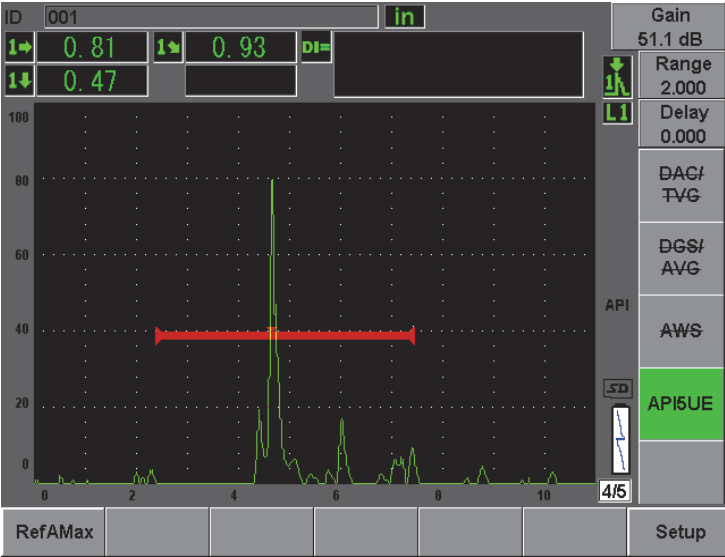

图 12-25 存储 A_{\max} （最大波幅）点
5. 按 **[P1] RefAMax**，存储 A_{\max} （最大波幅）点，然后按 **[P1]** 确认（参见第 259 页的图 12-25）。